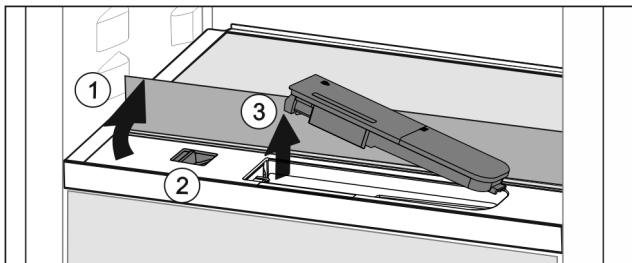

Fig. 59
- ▶ Підняти скляну панель і відкинути до упору назад Fig. 59 (1).
- ▶ Посуньте повзунок Fig. 59 (2) уліво.
- ▶ Вийняти бак для води Fig. 59 (3).